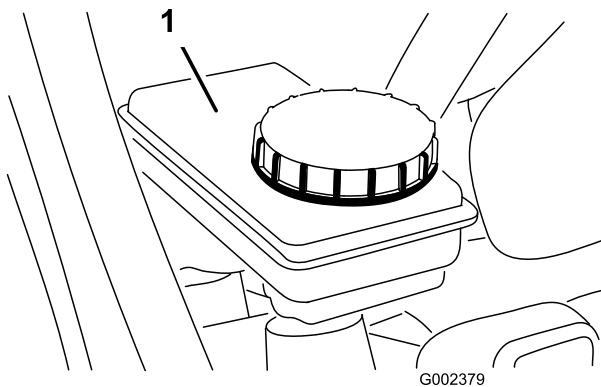

Figure 24
2. Le niveau de liquide doit atteindre le repère maximum sur le réservoir (Figure 24).
- Si le niveau de liquide est trop bas, nettoyez la surface autour du bouchon du réservoir, enlevez le bouchon et versez du liquide de frein spécifié dans le réservoir jusqu'au niveau correct (Figure 24).